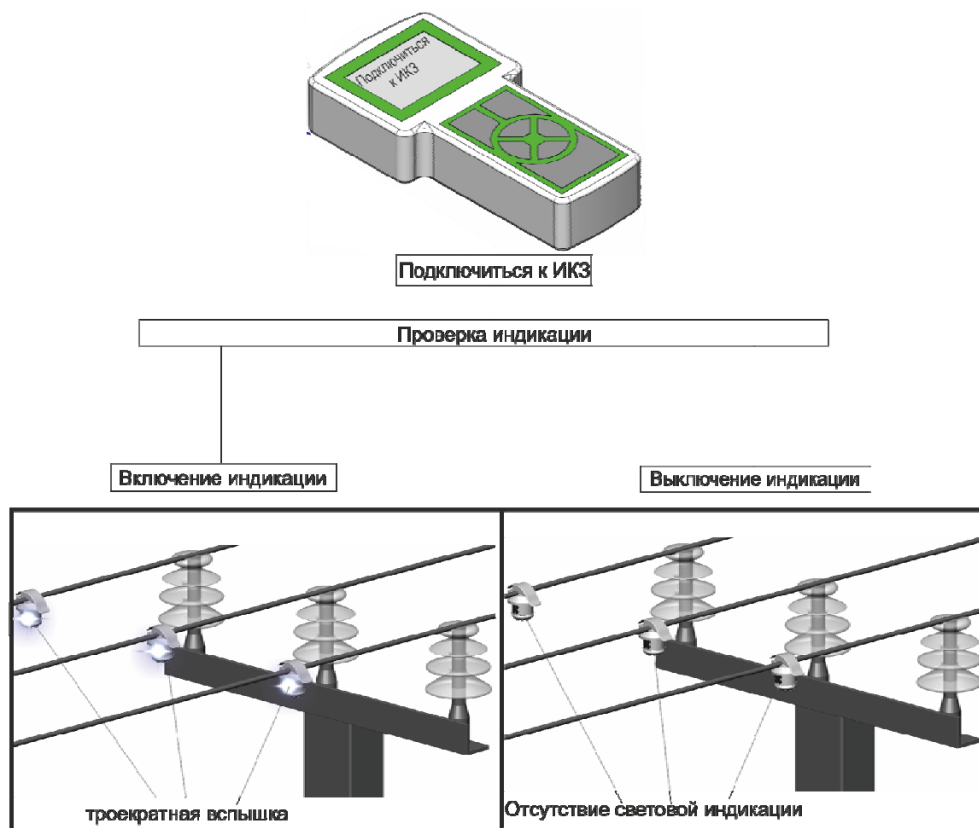

Рисунок 4 – Проверка работоспособности всего комплекта индикаторов ИКЗ-В33-У3 после установки на опору
2.3.4 При наличии пульта ППИ-2, рекомендуется с его помощью проверить функционирование всего комплекта индикаторов ИКЗ-В33-У3 целиком после установки его устройств на линию. Для этого необходимо подключиться к индикатору ИКЗ-В33 (фаза А) при помощи пульта ППИ-2 и воспользоваться режимом «Проверка индикации» — действия аналогичны действиям из п. 2.3.2.1 (Рисунок 4). Кроме того, после подачи напряжения на линию рекомендуется проконтролировать показания устройств комплекта с помощью пульта ППИ-2.